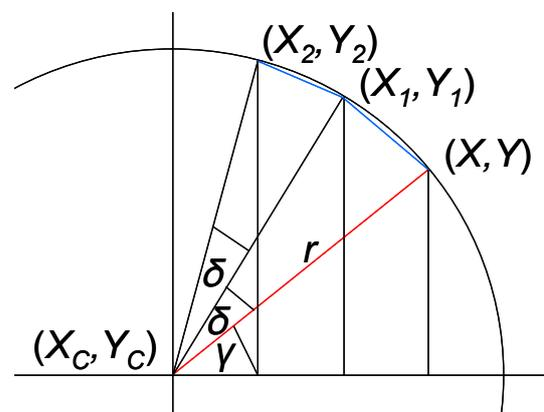

Abb. 3: Annäherung des Kreisbogens über Kreissehnen zum Winkel  $\delta$
Der Kreisbogen von  $(X, Y)$  bis  $(X_E, Y_E)$  wird jetzt allerdings nicht, wie man vielleicht erwarten würde, exakt Punkt für Punkt geplottet, sondern durch **Kreissehnen** angenähert (Abb. 3). Die exakte Bestimmung jedes einzelnen Kreispunkts nach der allgemeinen Kreisgleichung (2) würde die Berechnung von